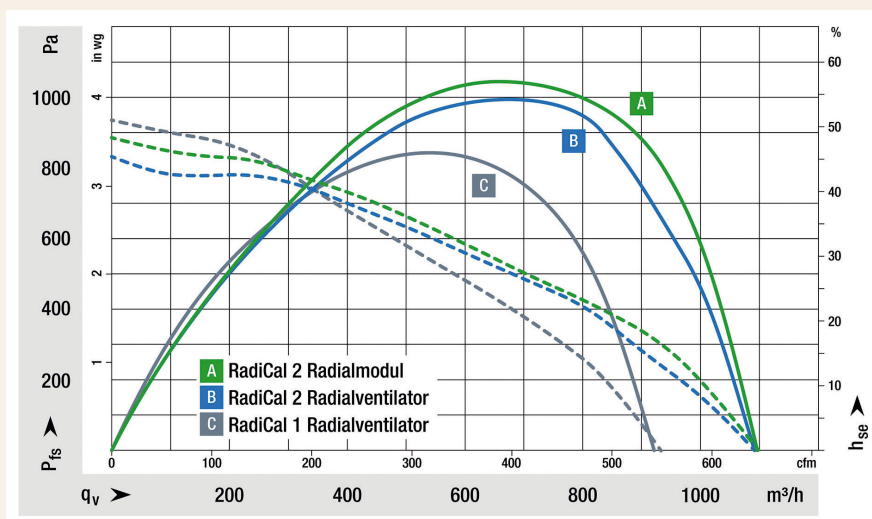

Bild 3: Wirkungsgrad und Volumenstrom der RadiCal-Modelle im Vergleich (Baugröße 190). Grafik: ebm-papst
Zum besseren Verständnis soll hier das Ergebnisbild von [10] noch einmal als **Bild 3** wiedergegeben werden. In diesem Beispiel liegt bei konstanter Enthalpie der Außenluft die Leistung des Luftkühlers bei hoher Feuchtebelastung der Außenluft (Kurve 7) um fast 50 Prozent über dem Wert mit der höchsten untersuchten Außentemperatur (36 °C für Kurve 2). Die für dieses Beispiel getroffenen Randbedingungen sind der Veröffentlichung [10] zu entnehmen.
Mit dem RadiCal (**Bild 2**) hat ebm-papst seit über zehn Jahren einen bewährten Ventilator für den Einsatz in zentralen Wohnraumlüftungsgeräten im Programm. Das nun verfügbare Nachfolgemodell wurde aerodynamisch weiter verbessert. Zu den Optimierungen gehören unter anderem die „verwundene“ Schaufelgeometrie und die komplett überarbeitete Gehäusebox mit schräg angestellten Streben. Im Vergleich zu seinem Vorgänger weist der RadiCal 2 beispielsweise in der Baugröße 190 einen um neun Prozentpunkte höheren Spitzenwirkungsgrad auf. Zudem ist der maximale Volumenstrom pro Baugröße wesentlich höher (**Bild 3**). Auch die Geräuschentwicklung wurde deutlich verbessert und liegt je nach Betriebspunkt um bis zu 3 dB (A) niedriger. Durch das neue FlowGrid und die überarbeiteten EC-Motoren können zusätzlich weitere Geräuschvorteile im Lüftungsgerät erzielt werden. Die Steuerung und Überwachung ist über 0...10 V/PWM oder optional auch per Modbus-RTU möglich. Zudem ist der RadiCal Gen 2 für unterschiedliche Einbausituationen geeignet – es gibt ihn als motorisiertes Laufrad, als Radialmodul mit einbaufertigem Gehäuse oder mit Tragspinne.